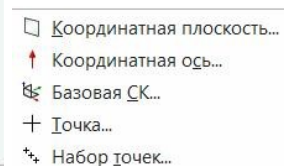

рис.53
- Речь идет о возможностях, которые предоставляет команда *Вставить \ База/точка \ Набор точек* (рис.53).